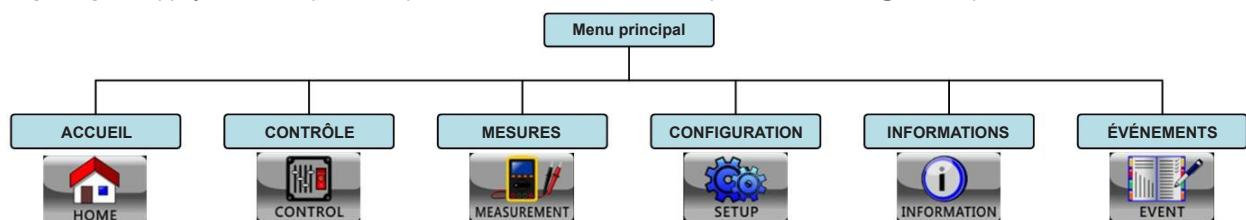

Figure 4.4 Arborescence des menus
- 3 Menu principal :** Appuyez sur chaque icône pour ouvrir les sous-menus. Reportez-vous à la figure 4.4 pour voir l'arborescence des menus.